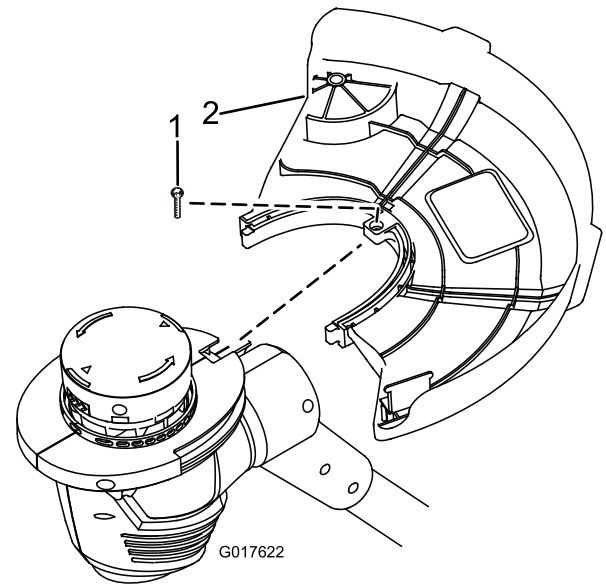

Figure 6
1. Retirez la vis cruciforme collée sur la protection (Figure 6).
2. Glissez le déflecteur sur la base de la débroussailleuse, comme illustré à la Figure 6.